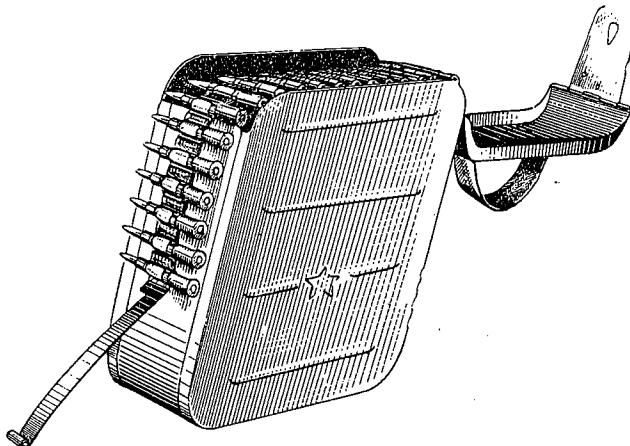

Рис. 72. Снаряженная лента, уложенная в металлическую коробку
- уложить ленту в коробку «гармошкой», ровными рядами, пульями вперед и открытой частью звена вверх (рис. 72);